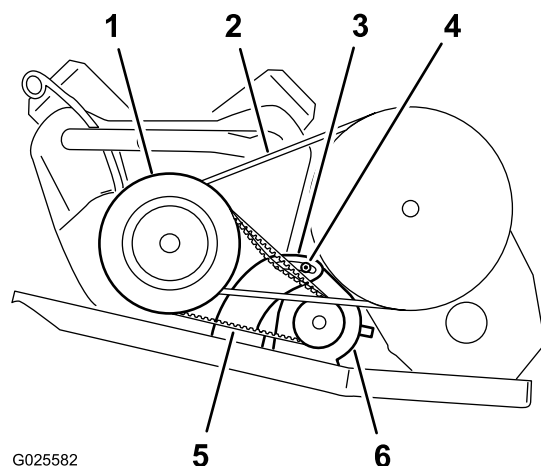

Bild 64
2. Lösen Sie die Drehmutter für den Startergenerator (Bild 64).
4. Drücken Sie das Stemmeisen nach unten, um den Starter nach unten im Schlitz zu drehen, bis die Riemen Spannung nur eine Riemendurchbiegung von 6 mm erlaubt, wenn Sie eine Kraft von 44 N aufbringen (Bild 64).
5. Ziehen Sie die Drehmutter mit der Hand an und entfernen Sie das Stemmeisen (Bild 64).